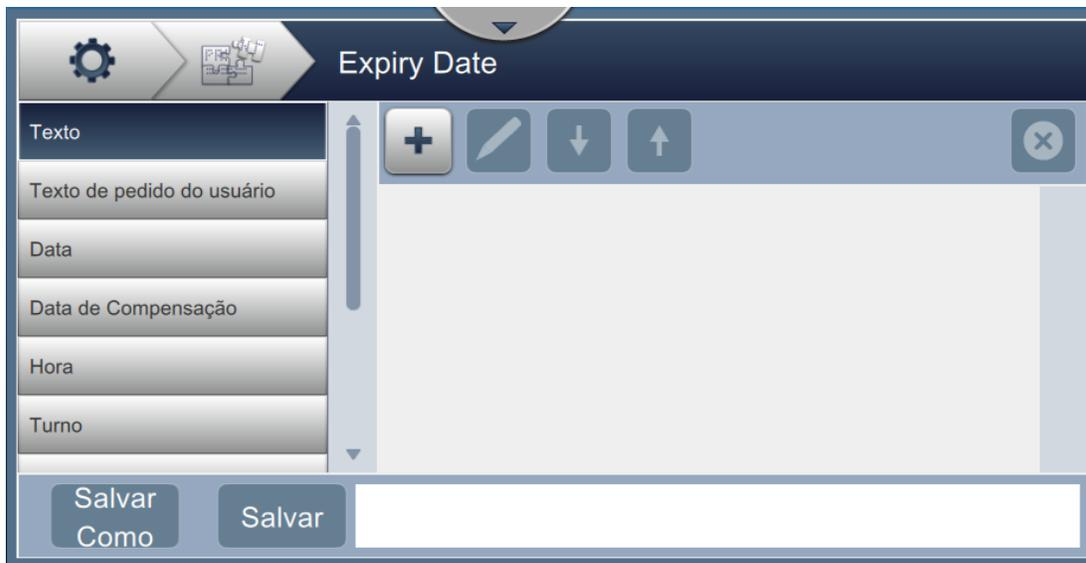

Figura 6-8: Editor de referência personalizada
4. A tela Editor de referência personalizada é aberta, como mostra a Figura 6-8.